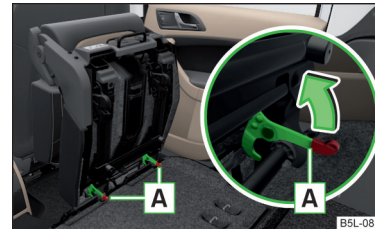

Fig. 65
- Bloquee el asiento al final de la guía presionando los bloqueos del asiento **A** en el sentido de la flecha » fig. 65.
- Si el asiento está desmontado, colóquelo primero sobre la guía y bloquéelo con los bloqueos de asiento **A** » fig. 65 de la pág. 76. Verificar si el asiento está correctamente bloqueado tirando de él.